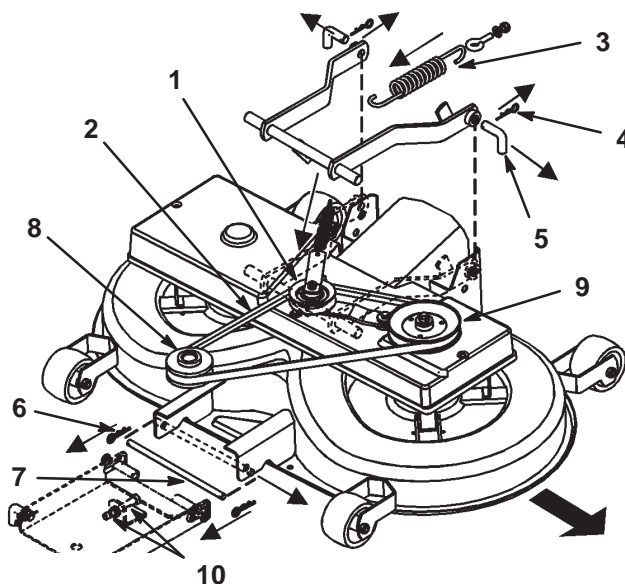

Figure 39
3. Tirez l'ensemble bras de tension vers l'intérieur et ôtez la courroie trapézoïdale de la poulie (Fig. 39).
4. Décrochez le ressort du levier d'engagement (Fig. 39).
6. Otez les goupilles fendues des deux goupilles arrière et déposez ces dernières (Fig. 39). Vous aurez peut-être besoin d'une pince pour enlever la deuxième goupille.
7. Otez la goupille fendue de la goupille avant et déposez cette dernière (Fig. 39).
8. Enlevez la courroie trapézoïdale de la poulie du moteur (Fig. 39).
2. Enlevez l'ensemble poulie à courroie trapézoïdale et bras de renvoi (Fig. 39).
2. Placez la goupille inférieure de la suspension de réglage avant dans la position inférieure des fentes, en réglant les 2 écrous (M12) sur la suspension avant (Fig. 39).